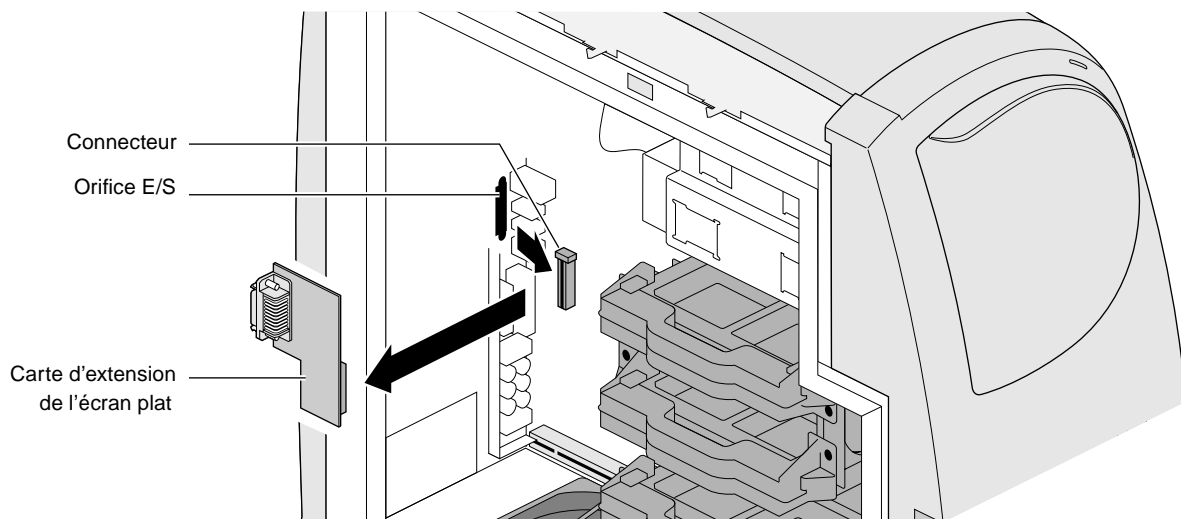

Figure 5-13 Retrait de la carte d'extension de l'écran plat
9. Déconnectez la carte d'extension de l'écran plat de la carte mère en tirant dessus, comme l'indique la Figure 5-13.